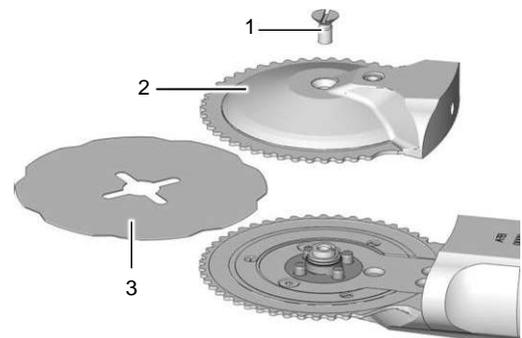
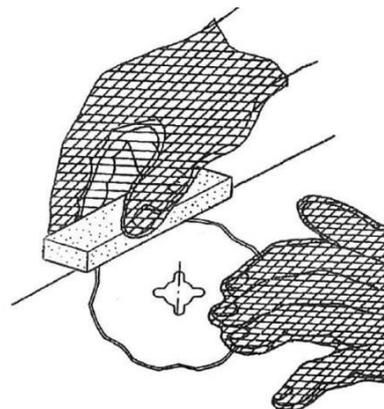

Fig. 7.3 – Desmontaje de las cuchillas
Fig. 7.4 – Afilar las cuchillas
**EFA 2000** (véase fig. 7.3 y fig. 7.4)
- 1) Desenrosque el tornillo avellanado (1) con un destornillador (rosca derecha).
- 2) Retire la cubierta de la cuchilla (2).
- 3) Retire con cuidado la única cuchilla (3).